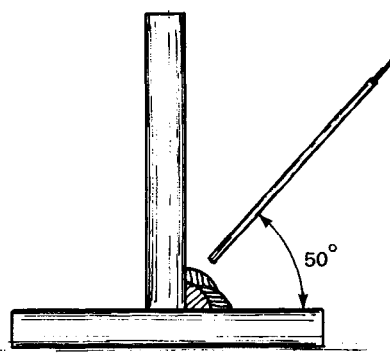

Figura 2.84
c) Deposite el tercer cordón inclinando el electrodo conforme a la figura 2.84.